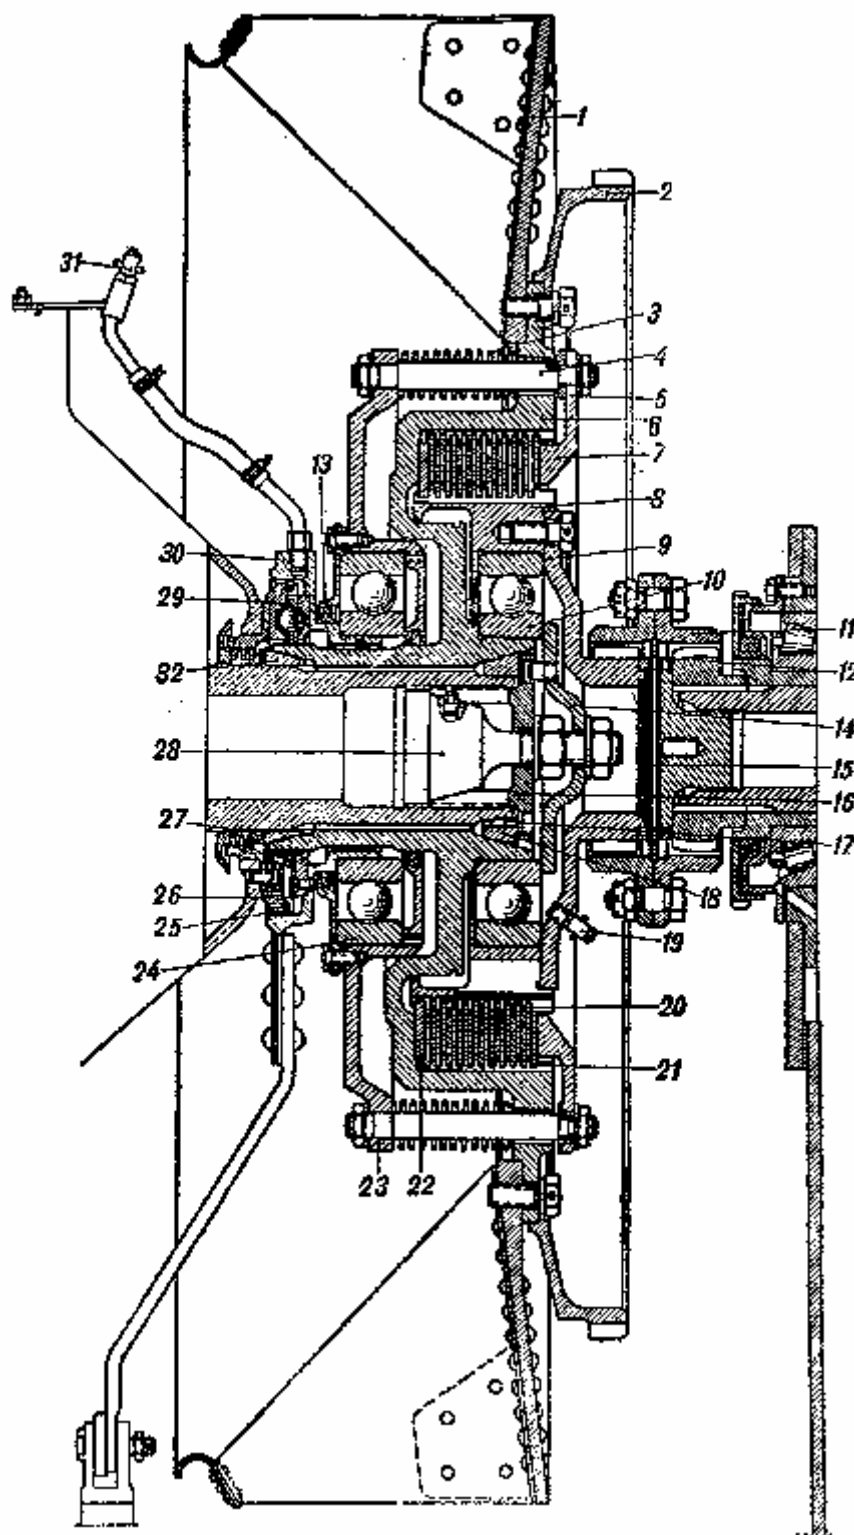
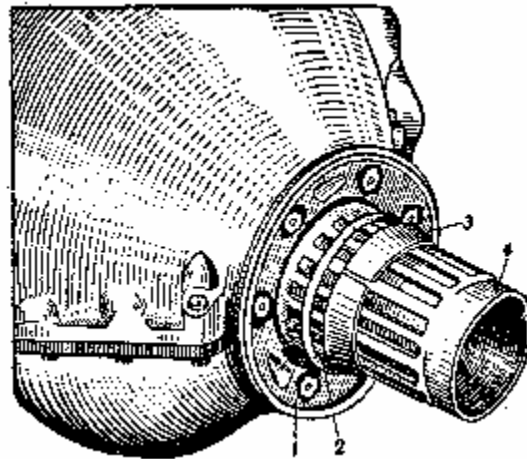

Рис. 83. Главный фрикцион.
Рис. 87. Носок вала двигателя перед установкой главного фрикциона:
Главный фрикцион представляет собой многодисковую выключающуюся муфту трения (рис. 83). Он разделяется на ведущие части, соединённые с коленчатым валом двигателя, ведомые части, соединённые с ведущим валом коробки перемены передач, и механизм выключения.
На цилиндрической части ступицы маховика установлен шарикоподшипник 10 (см. рис. 83), на котором посажен ведомый барабан 8. Он имеет на наружной поверхности зубья, с которыми соединяются зубья ведомых дисков. Благодаря такому соединению диски вращаются вместе с барабаном как одно целое.
При нажатии на педаль 1 усилие через наклонную тягу 2 передаётся продольной тяге 4, соединённой с коротким плечом рычага 6. Длинное плечо рычага 6, соединённое с поперечной тягой 7, передаёт усилие рычагу поводковой коробки 8, которая поворачивается в подшипнике 24 (см. рис. 83).
- 4) Запрессовать шарикоподшипники 10 и 24 (см. рис. 83) в гнезда ведомого барабана 8 и отжимного диска 23.
- 17) Надеть на вал двигателя ориентировочно до общей толщины в 4 мм регулировочные кольца 2 (рис. 87) и бронзовый конус 32 (см рис. 83) — утолщённым торцом в сторону двигателя.
- 18) Поставить сепаратор с шариками, обильно смазанными констатином, в неподвижную чашку механизма выключения и надеть уплотняющее пружинное кольцо 25 (см. рис. 83)
- 28) Установить и закрепить на хвостовике распорного конуса фланец 14 (см. рис. 83), фиксирующий ведомую часть фрикциона на ступице маховика. Штифт, ввёрнутый во фланец, должен находиться в одном из отверстий пробки 16.